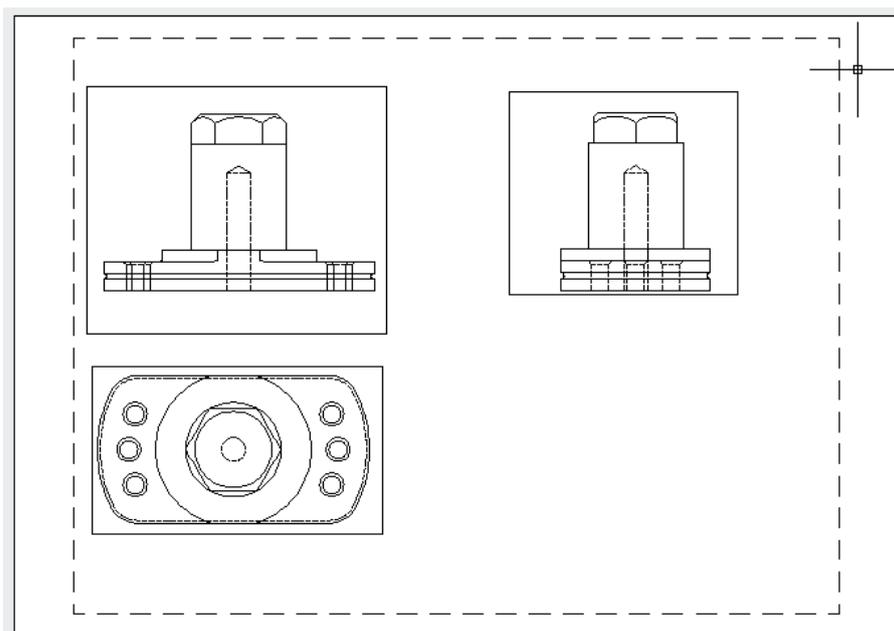

Рис. 9.4. Три видовых экрана
Рамка вокруг построений, вставленных с пространства модели, является границей видowego экрана (рис. 9.4). Его можно подвинуть в нужное положение, повернуть, изменить масштаб или вообще стереть. При этом он ведет себя, как обычный прямоугольник.
3. Подготовить к печати и распечатать чертеж «Проекционное черчение» (рис. 9.4)